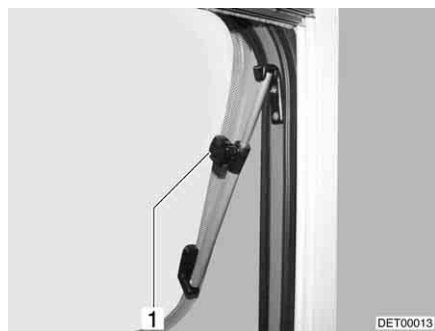

Fig. 70 Ventana abatible con soporte giratorio
- Abrir la ventana abatible hasta la posición deseada y fijarla con el botón moleteado (Fig. 70,1).
- Girar el botón moleteado (Fig. 70,1) hasta que se libere el bloqueo.